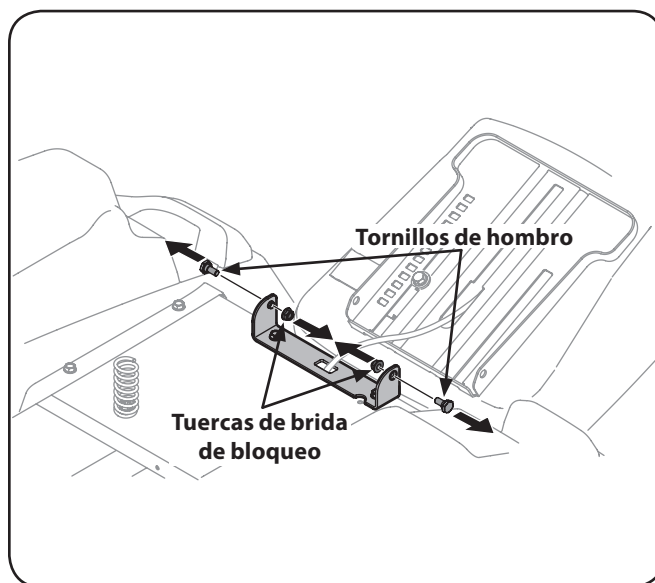

Figura 3-4
2. Quite los dos tornillos y las tuercas de los hombros pestaña de bloqueo en la base del asiento como se muestra en la Figura 3-4.